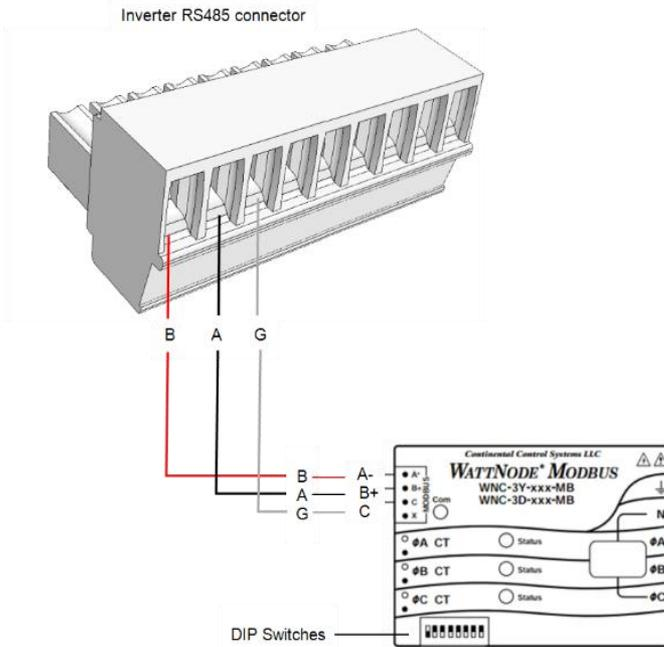

Figure 8: Connexion du compteur WattNote au connecteur de l'onduleur RS485
2. Vérifiez que l'adresse Modbus du compteur électrique WattNode est configurée sur 1 et le taux de transmission est réglé sur 9600 bps : Le commutateur DIP 1 (commutateur de gauche) est réglé sur 1 et tous les autres commutateurs DIP sur 0 – comme indiqué sur la *Figure 8*.